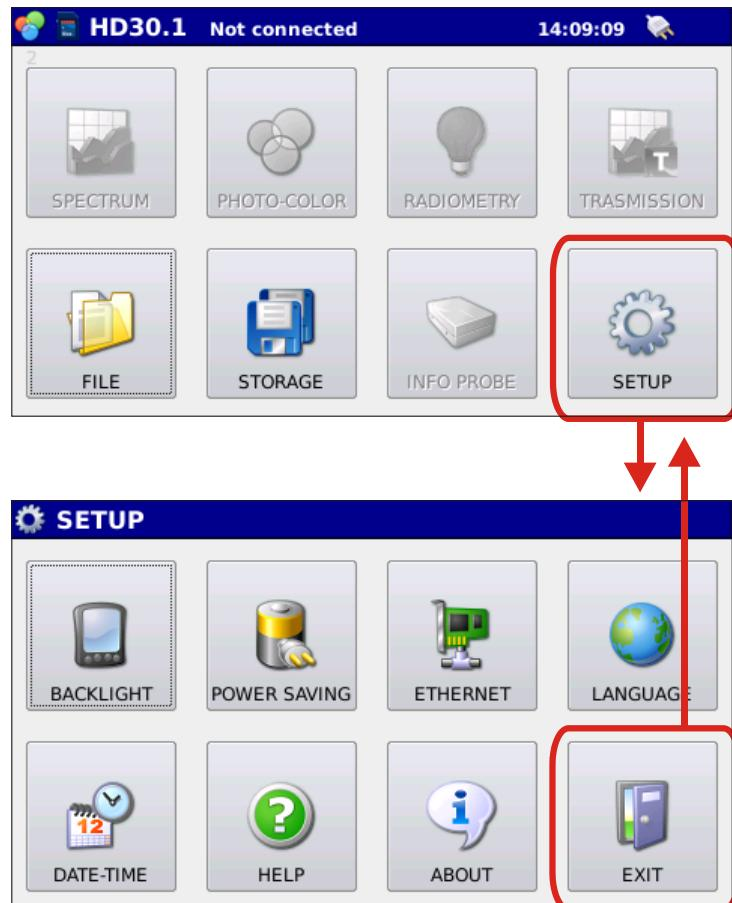

Figura 6.1: Pagina di configurazione dello strumento HD30.1
Premendo il tasto  nella pagina principale, si accede alla pagina di configurazione dello strumento HD30.1 (figura 6.1), per uscire dal menu SETUP premere il tasto
**EXIT.** Premendo il tasto Exit si ritorna alla pagina principale (Figura 6.1)